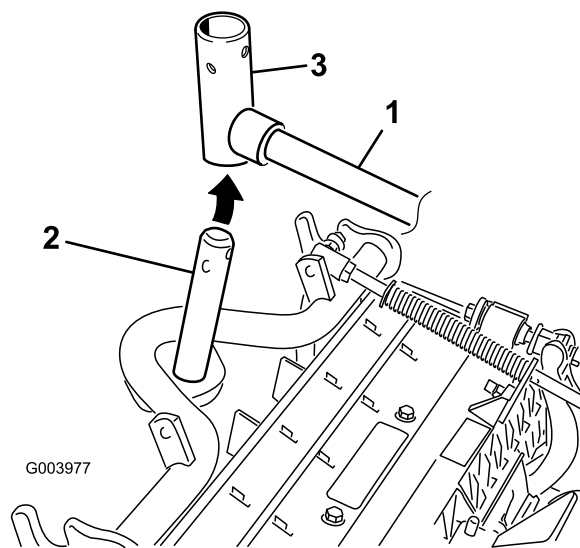

Figura 10
8. Nas unidades de corte dianteiras, faça deslizar uma unidade de corte sob o braço de elevação enquanto insere o veio da estrutura de suporte para cima para dentro da forquilha da articulação do braço de elevação (Figura 10).
B. Insira a forquilha do braço de elevação no veio da estrutura de suporte (Figura 10).